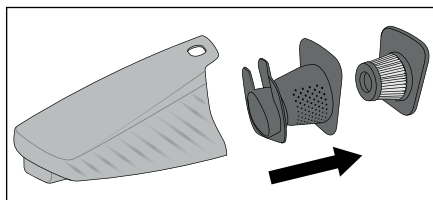

Fig. 4
- Commencez par sortir le filtre EPA ⑤ et ensuite le filtre grossier ⑥ hors du bac à poussière ⑦ (fig. 4). Tapotez ces deux pièces au-dessus d'une poubelle ou similaire. Si nécessaire, vous pouvez rincer le filtre EPA ⑤ à l'eau claire. Ensuite, laissez-le sécher entièrement à l'air.